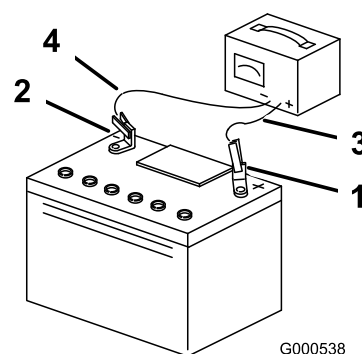

Figura 3
4. Collegate un caricabatterie da 3 - 4 A ai poli della batteria. Caricate la batteria a 3 - 4 ampere per 4 - 8 ore (Figura 3).